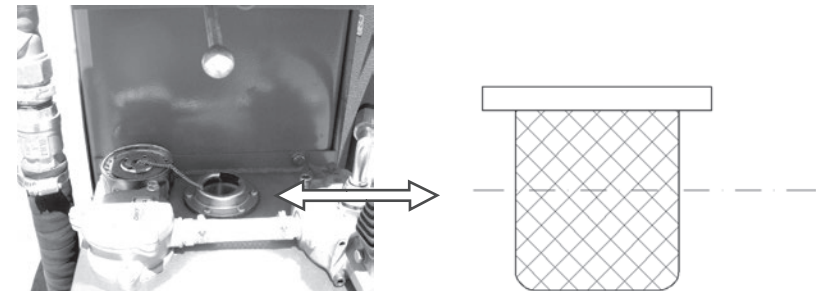

Fig. 3.1.2. Nivel de aceite óleo hidráulico
- Comprobar el nivel de aceite del sistema óleo hidráulico (Ver Fig. 3.1.2.), manteniendo el capacho en posición de carga (abajo).